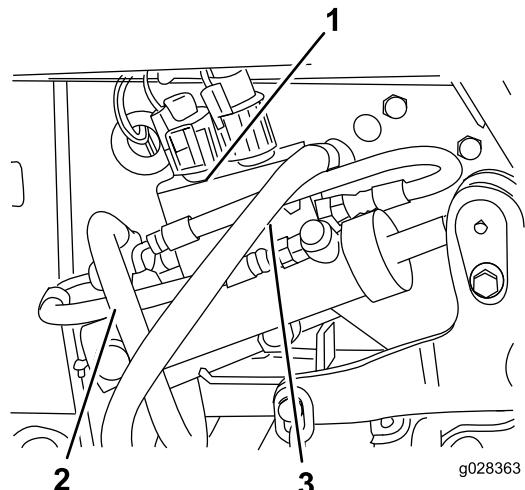

Figure 88
44. Acheminez et branchez les flexibles de pression et de réservoir hydrauliques au distributeur (Figure 88).